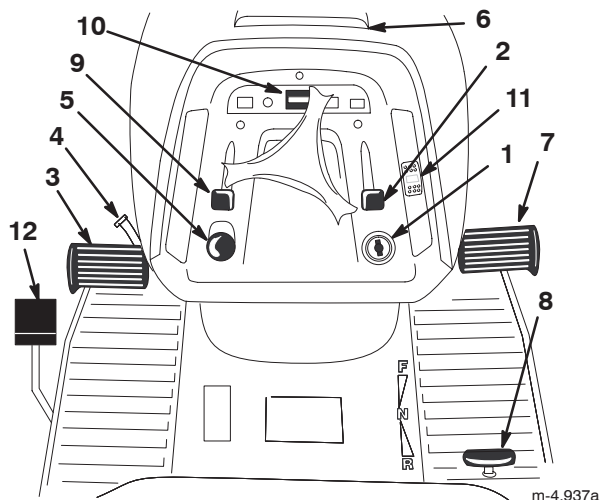

Figure 2
Avant de mettre le moteur en marche et d'utiliser le tracteur, familiarisez-vous avec toutes les commandes (Fig. 2).
1. Appuyez sur la pédale de frein (Fig. 2) et maintenez-la enfoncée.
2. Tournez le levier de frein de stationnement (Fig. 2) dans le sens anti-horaire et relâchez progressivement la pédale de frein.
2. Poussez la commande du régulateur de vitesse en position activé (Fig. 2).
Le compteur horaire se trouve sur le tableau de bord (Fig. 2) et indique le nombre total d'heures de fonctionnement du tracteur.